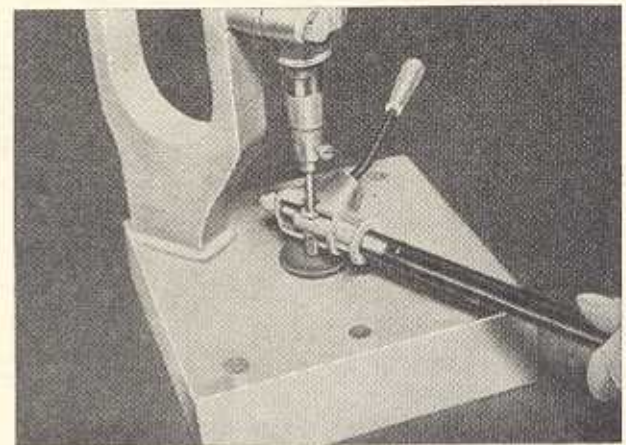

Bild F 11. Herausdrücken des Zylinderstiftes
6. Wenn die Schaltstange noch weiter zerlegt werden soll, muß nun der Zylinderstift aus dem Schaltgehäuse herausgedrückt werden (Bild F 11). Der Schalthebel mit den beiden Lagerschalen und das Schaltrohr sind aus dem Schaltgehäuse herausziehen.
setzen, Schaltrohr einschieben und zur Befestigung des Gabelhebels am Schaltrohr Zylinderstift mit der Handpresse einsetzen (ähnlich Bild F 11).